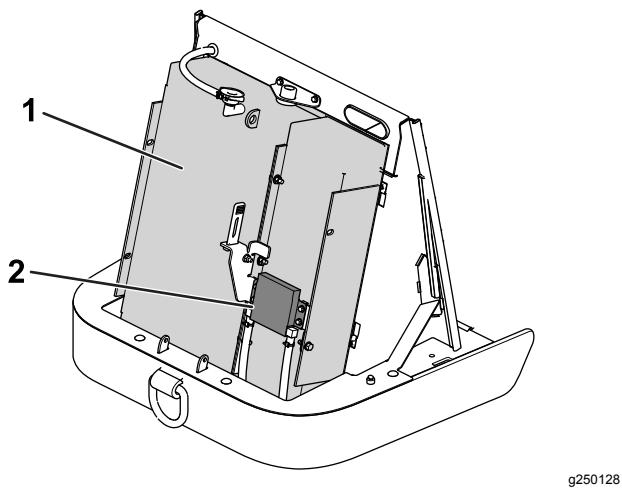

Figura 110
3. Limpie a fondo la zona del radiador/enfriador de combustible con aire comprimido (Figura 110).